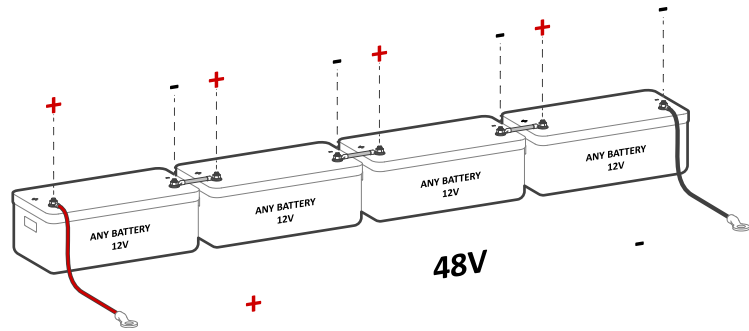

Figura 5b: Conexión de cuatro (4) baterías en serie de 12V
⚠ El Sol-Ark 12K-2P-N es un sistema de **48Vcd nominales**. **NO** conecte el inversor a ninguna otra configuración de voltaje. Si utiliza baterías de 12V, **NO DEBE** exceder cuatro (4) baterías en serie, tal como se observa en la figura 5b. El inversor puede trabajar con cualquier tipo de baterías siempre que se mantenga dentro del rango de operación de **43V a 63V**.